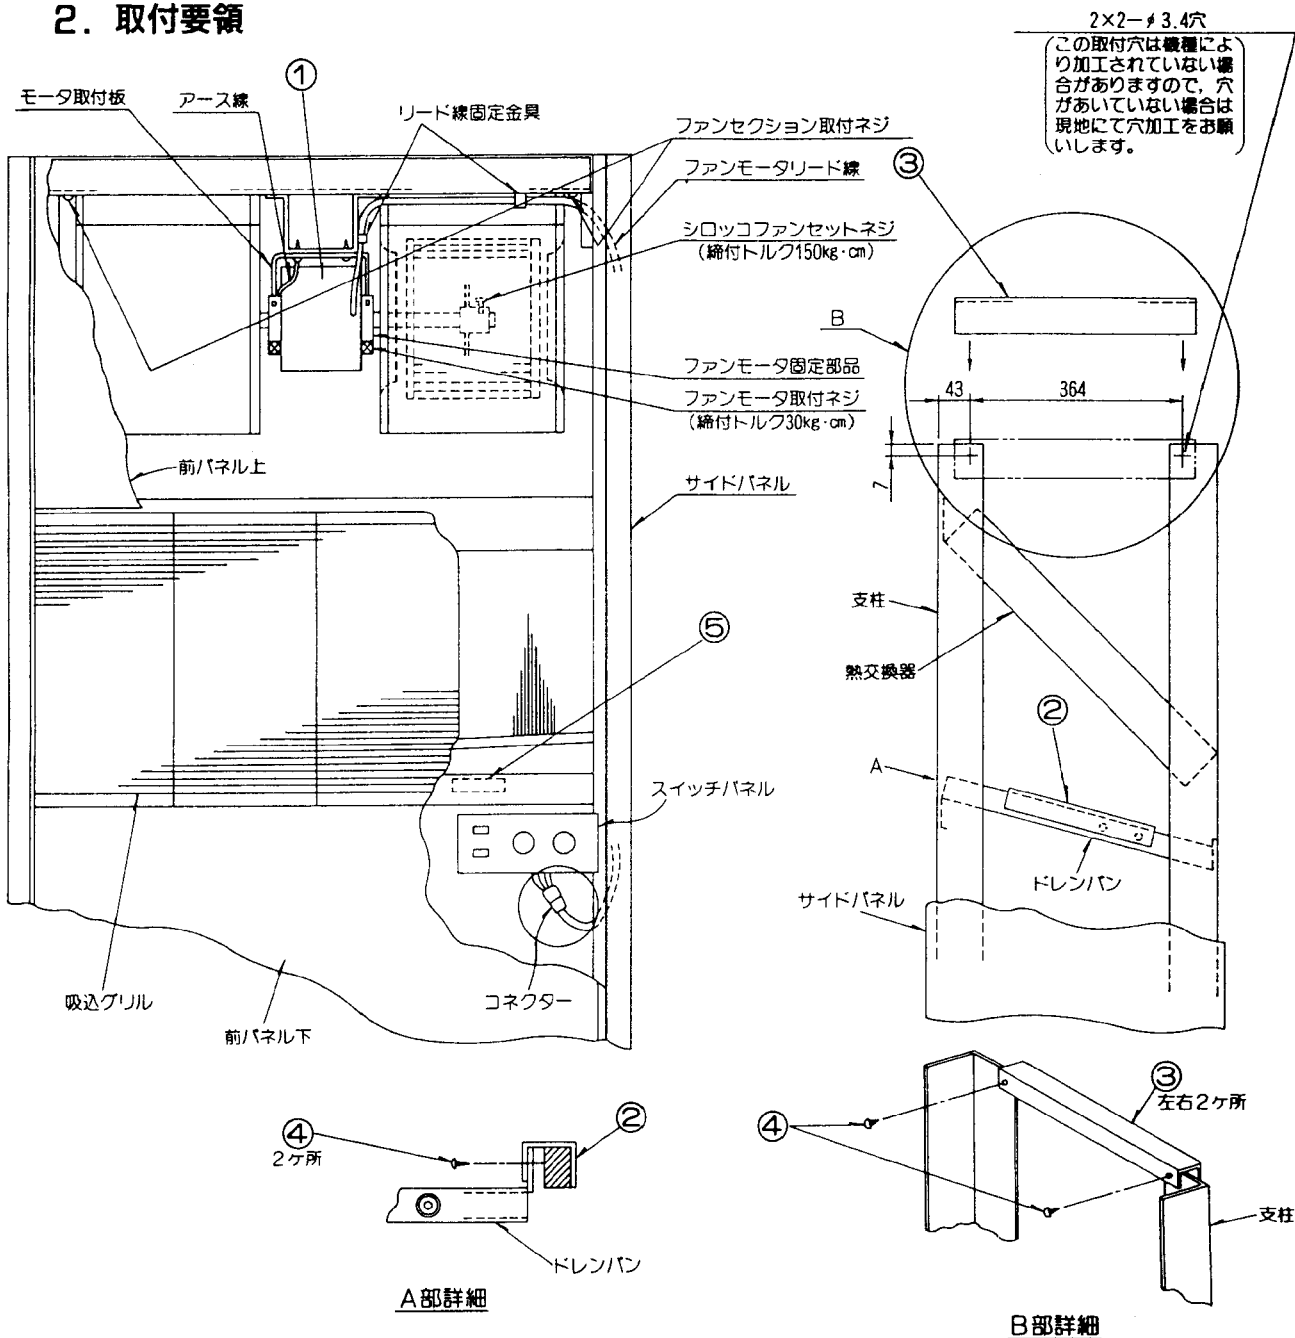

図1
2) ファンモータの交換(図1)
- モータ④を交換してください。
3) サイドパネル補強材の取付け(図1 A・B詳細図)
- ドレンパンの右側面にパネル押え板1②を取付けてください。
- ユニット左右の支柱にパネル押え板2③を取付けてください。
4) 標準仕様変更銘板⑤をドレンパン上の製品銘板の横に貼ってください。